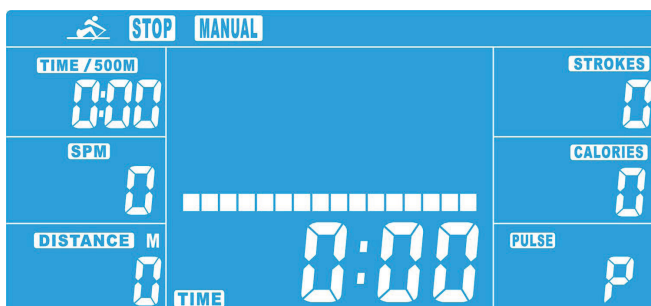

Figura 2
2. Deslice los carros del asiento (25) sobre el raíl (19). A continuación, monte el tope (61) con una tuerca (96) y el perno (85) en el raíl, véase la figura 2.